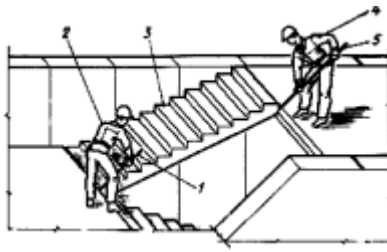

Рис.9. Схема выверки лестничного марша
8. При наличии больших отклонений рабочий, выполняющий монтажные работы, старший в звене и рабочий, выполняющий монтажные работы монтажными ломомы исправляют положение марша и проводят проверку повторно (рис.9).